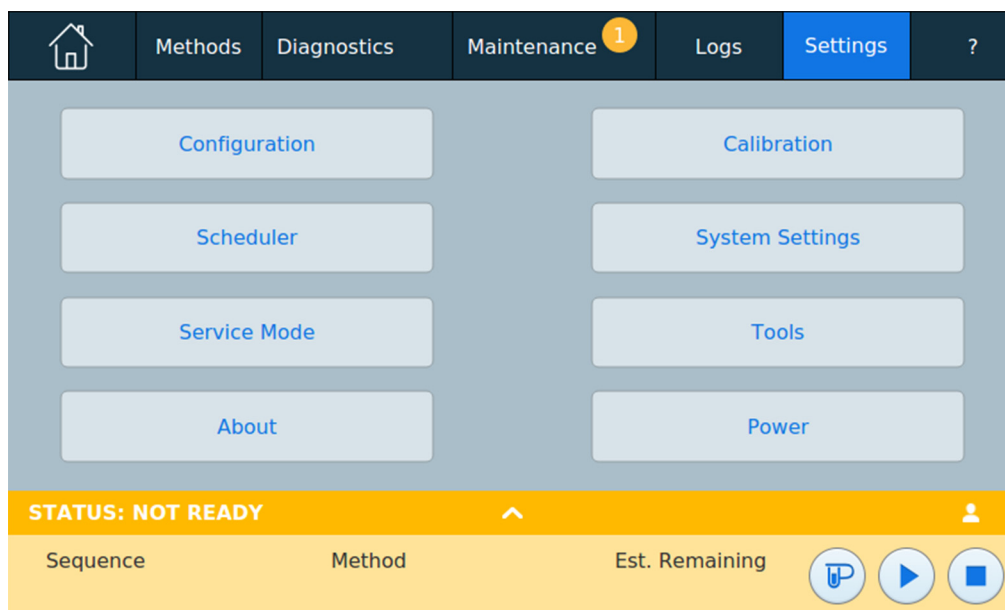

Figura 52 Vista de parámetros
- 1 Pulse **Settings** en la barra de comandos de la pantalla táctil. Se abrirá la vista de parámetros. Consulte Figura 52.
- 2 Pulse **Configuration**. Se abrirá la página de configuración. Consulte Figura 52.
- 1 Pulse **Settings** en la barra de comandos de la pantalla táctil. Se abrirá la vista de parámetros. Consulte Figura 52 en la página 137.
- 3 Pulse el tipo de dispositivo **Valves** de la lista de la izquierda de la pantalla. Las propiedades del tipo de dispositivo seleccionado aparecerán en el lado derecho de la pantalla. Consulte Figura 52.
- 1 Pulse **Settings** en la barra de comandos de la pantalla táctil. Se abrirá la vista de parámetros Consulte Figura 52 en la página 137.